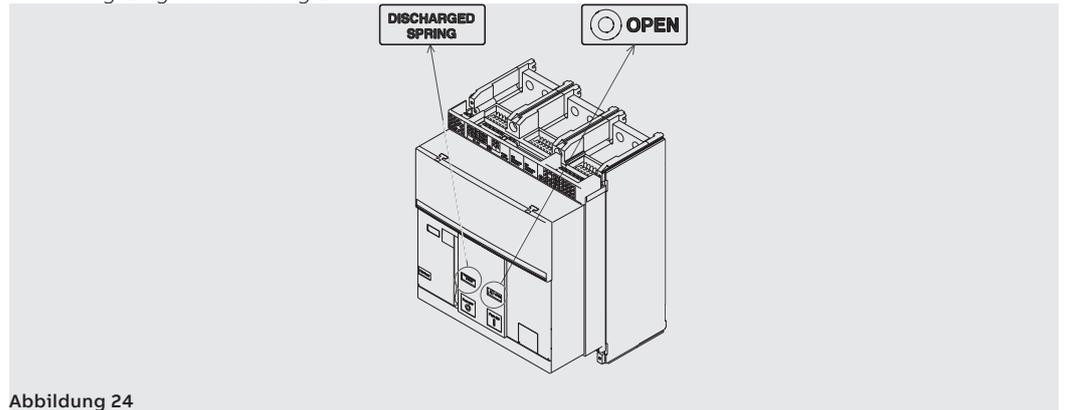

Abbildung 24
7. Sicherstellen, dass der Leistungsschalter ausgeschaltet ist (Anzeige aus/ein "O - OPEN"), und prüfen, dass die Federn entspannt sind (Federnanzeige "weiß - DISCHARGED SPRING") wie angezeigt in Abbildung 24.